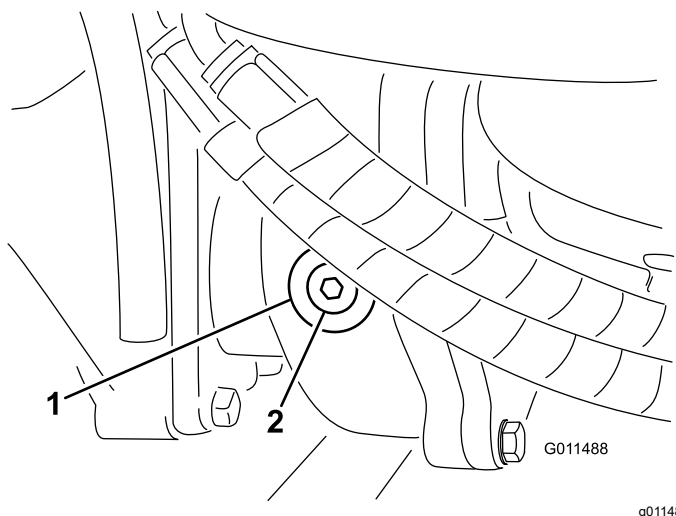

Figura 17
2. Retire o tampão de verificação/enchimento que se encontra na zona esquerda da caixa de engrenagens e certifique-se de que existe lubrificante até ao fundo do orifício (Figura 17).